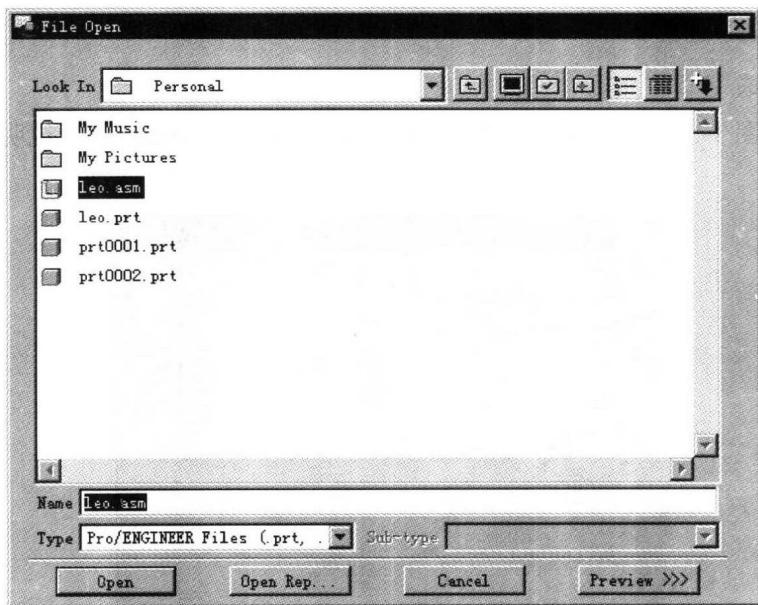

图 1-7
- Open: 该选项用于打开用户指定的文件。左键单击该项将出现如图 1-7 所示的对话框。